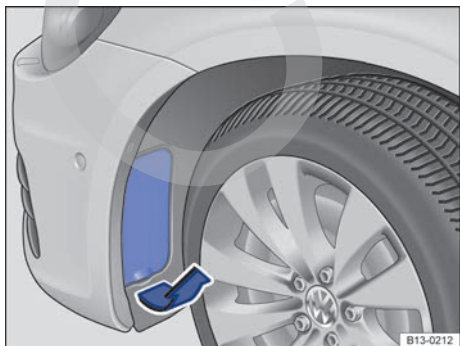

Fig. 143 En el guardabarros delantero izquierdo: desmontaje de la tapa.
| fig. 143 | ① | ② | ③ |
| 3. | Desprenda la tapa del guardabarros con cuidado en el sentido de la flecha, en caso necesario haciendo palanca con la punta plana del destornillador de las herramientas de a bordo → fig. 143. | | |
| 9. | Coloque la tapa en el guardabarros en el sentido contrario al de la flecha → fig. 143. | | |